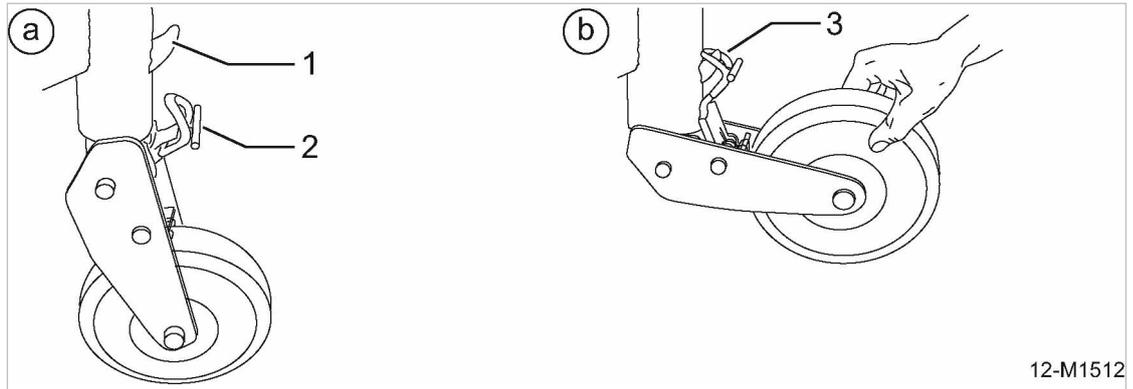

Рис. 62 Подготовка полуавтоматического опорного колеса
2. Подготовка опорного колеса к буксировке (см. рис. 62, b).
4. Подготовка опорного колеса к парковке (см. рис. 62, а).